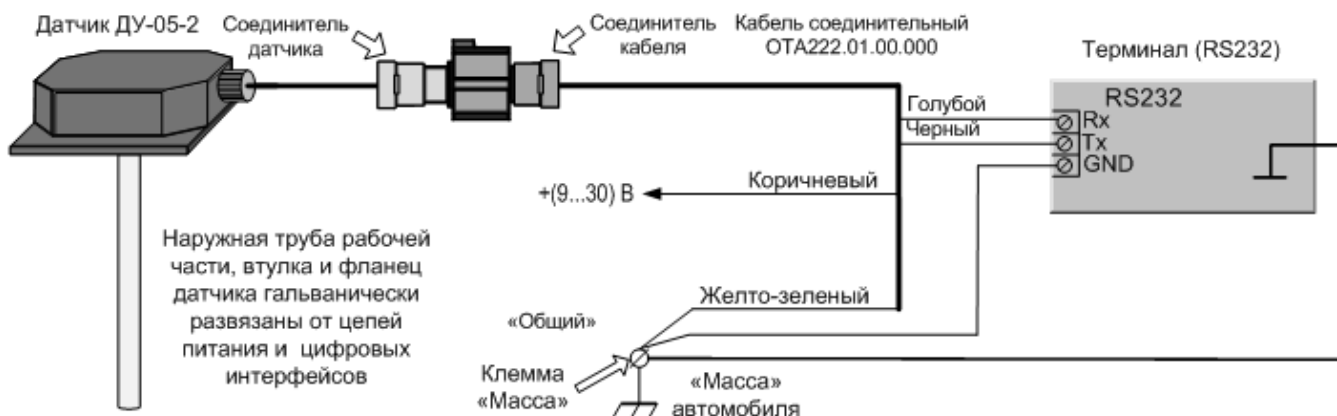

Рис. 3. Схемы подключения датчика ДУ-05 в режимах штатной работы (при эксплуатации).
– подключить датчик к штатному источнику питания и внешнему устройству для передачи, отображения или регистрации уровня в соответствии со схемой подключения, приведенной на рис. 3 настоящего Руководства. Цепь питания +(9...30)В подключить к датчику последней после выполнения всех остальных соединений по схеме.